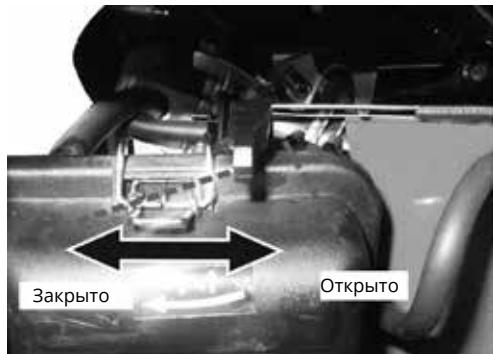

Рис. 3.2
- Передвиньте рычаг воздушной заслонки в положение «ЗАКРЫТО». Если двигатель теплый или температура воздуха высокая, оставьте рычаг в положении «ОТКРЫТО» (**рис. 3.2**).
- Передвиньте рычаг воздушной заслонки в позицию «ОТКРЫТО», когда двигатель прогреется (**рис. 3.2**).